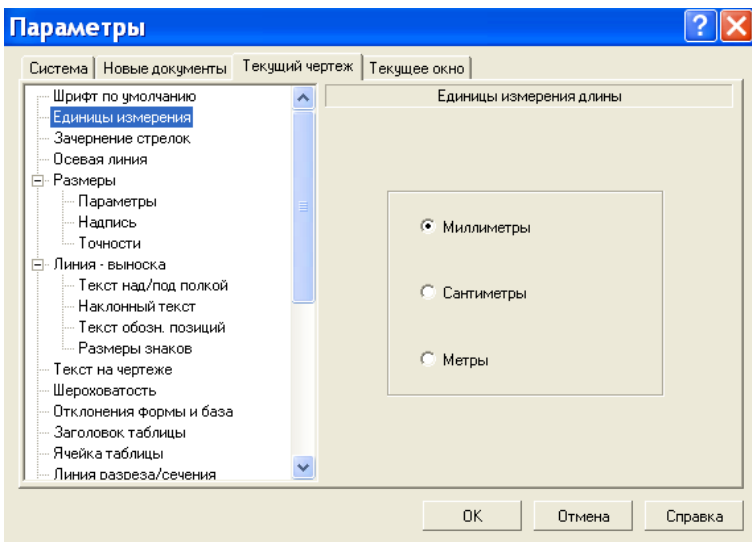

Рисунок 8.6 – Диалоговое окно Параметры с открытой вкладкой Текущий чертеж и панелью Единицы измерения длины
- выбрать пункт *Единицы измерения*. В правой части появится панель для установки единицы измерения, показанная на рисунок 8.6.